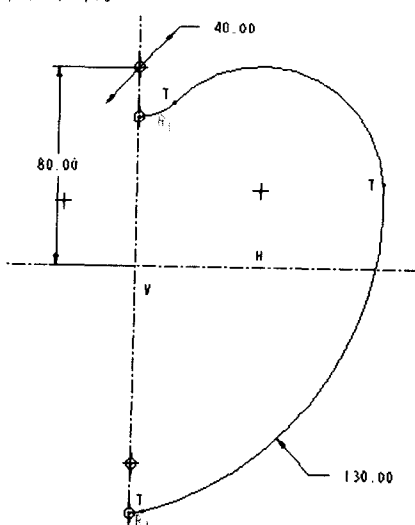

图1-9 修剪后的图形
- (2) 使用  工具剪去多余图线，保留如图 1-9 所示结果。